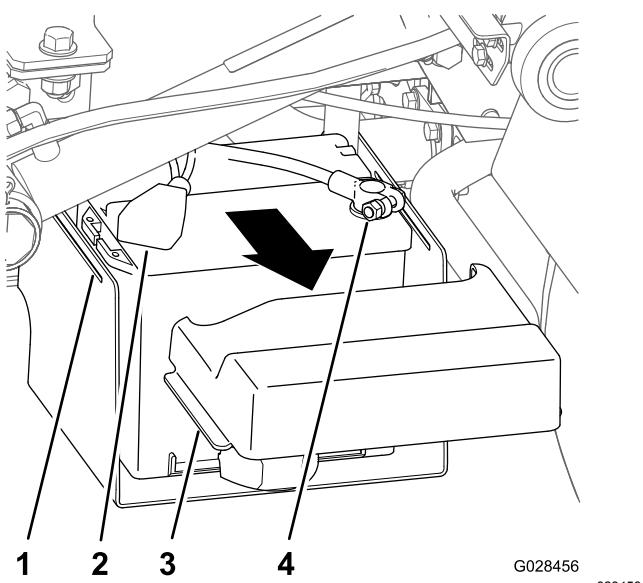

図 15
1. バッテリーカバーを両脇からたわめて、タブをバッテリーベースから外し、カバーを取り外す図 15。
2. カバーをスライドさせて、バッテリーから、マイナスケーブルを外す。図 15
3. バッテリーのプラス端子からケーブルを外す(図 15)。